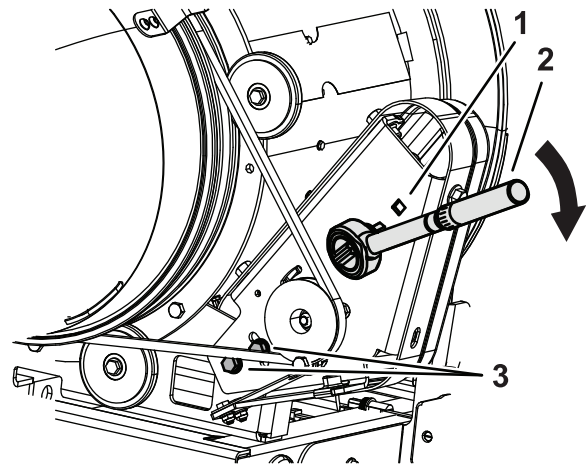

Figura 30
3. Inserte el accionamiento de una llave dinamométrica en el soporte de montaje de la polea tal y como se muestra en la Figura 30.